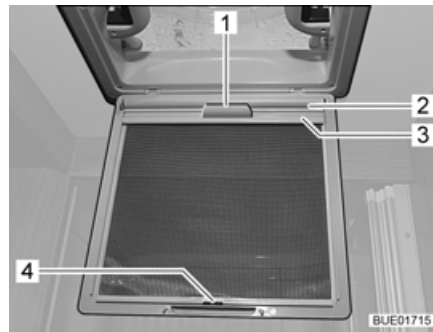

Fig. 113 Store occultant (lanterneau)
- Tirer le store occultant (Fig. 113,2) par la poignée (Fig. 113,1) et accrocher la baguette de support (Fig. 113,3) dans le crochet (Fig. 113,4) sur la moustiquaire.
- Enlever la baguette de support (Fig. 113,3) de sur le crochet (Fig. 113,4) et faire lentement redescendre le store occultant (Fig. 113,2) en le tenant par la poignée (Fig. 113,1).